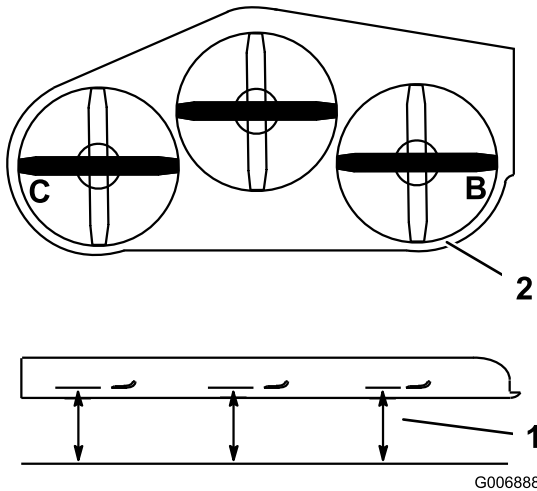

Figure 78
4. Mesurez la distance aux points **B** et **C** entre une surface plane et le bord coupant des pointes des lames (Figure 78).